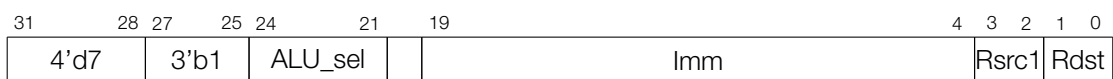

图 30-4. 指令类型 - 对指令立即值的 ALU 运算
如图 30-4 所示，当协处理器指令 [27:25] 位设置为 3'b1 时，ALU 将对协处理器寄存器 R[0-3] 和指令 [19:4] 位存储的立即值进行运算，运算类型取决于指令的 ALU\_sel [24:21] 位，具体设置方式见下表 30-2。
**Operand 描述** - 见图 30-4